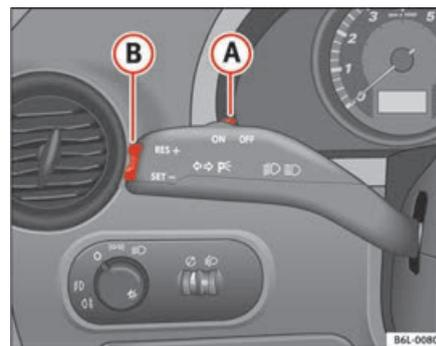

Fig. 108 Levier des clignotants et de l'inverseur-codes : contacteur et touche à bascule pour le régulateur de vitesse
- Appuyez sur la partie supérieure **RES** de la commande à bascule ⇒ fig. 108 **B** pour augmenter la vitesse. Tant que vous maintenez enfoncée la commande à bascule, le véhicule accélère. Lorsque vous lâchez la commande à bascule, la nouvelle vitesse est mémorisée.
⇒ page 150, fig. 108 **(B)**.